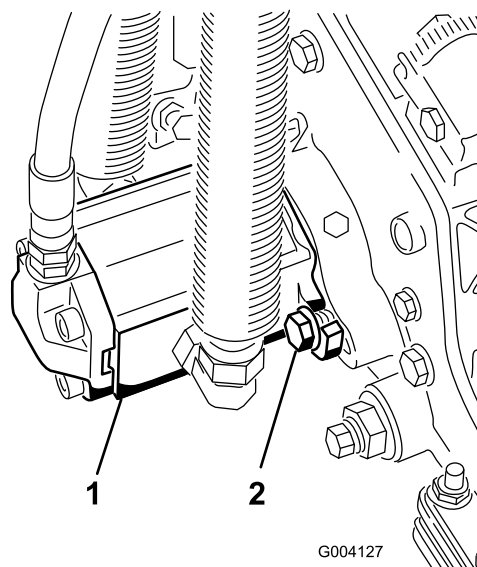

Figure 15
11. Montez le moteur en le tournant dans le sens horaire jusqu'à ce que les brides passent les vis (Figure 15).